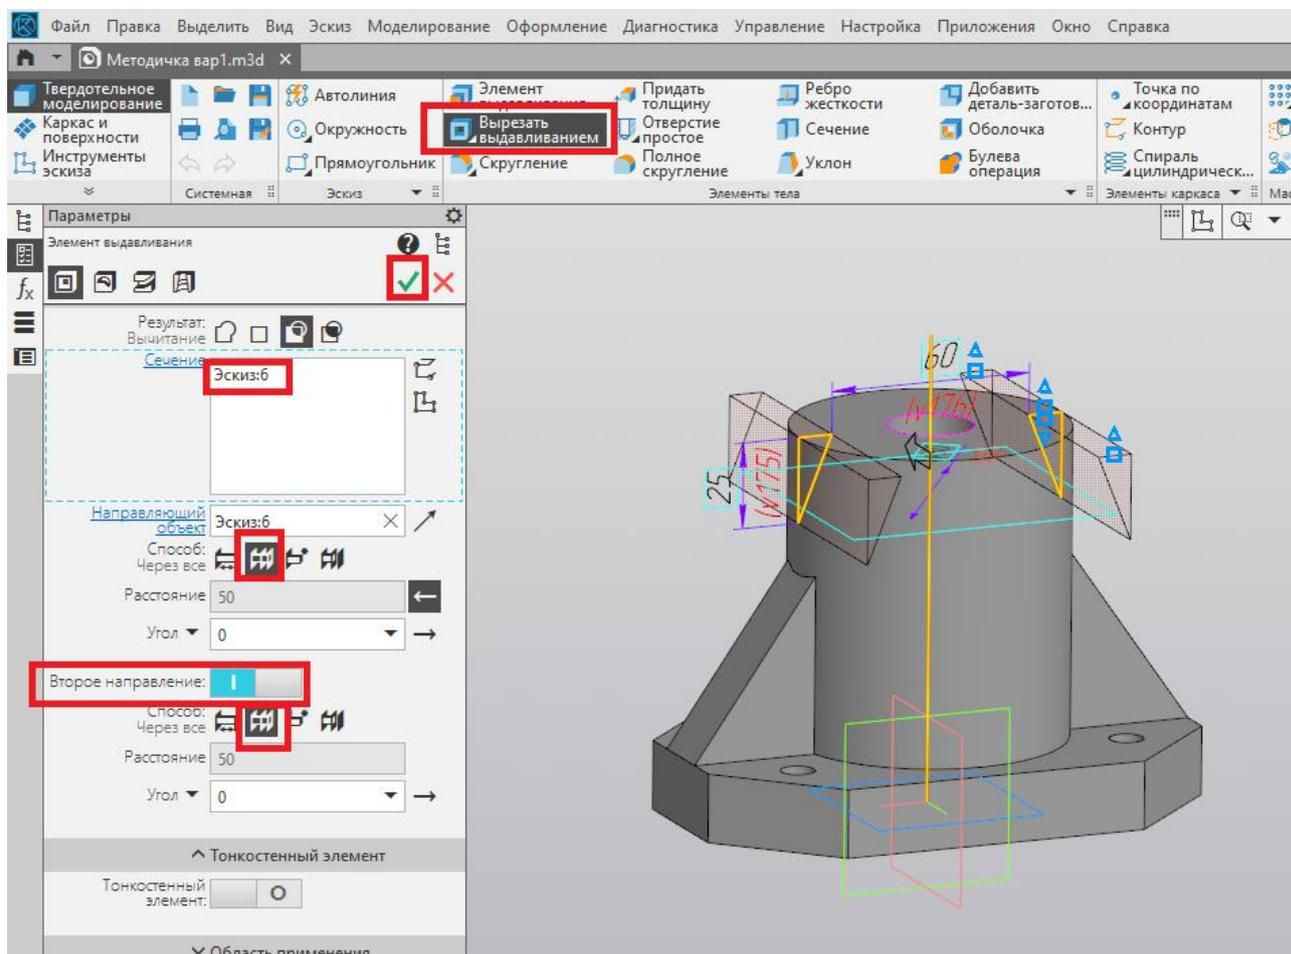

Рис. 38
35. При помощи команды «Вырезать выдавливанием» (способ «Через все») отсекаем боковые части цилиндра (рис. 38).